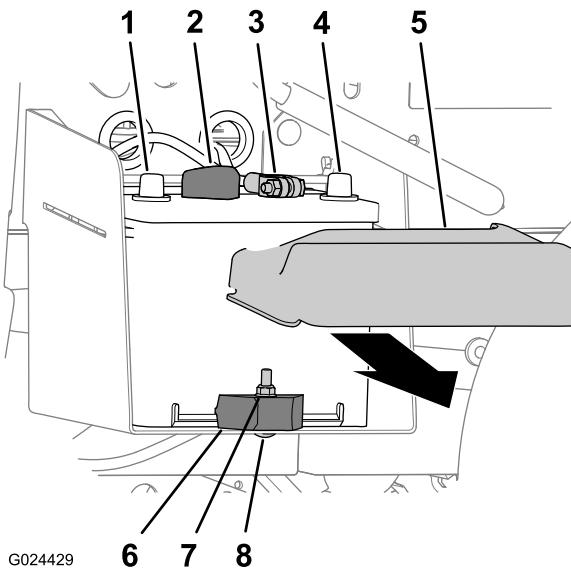

Figura 2
1. Schiacciate i lati del coperchio della batteria e rimuovete il coperchio dalla parte superiore della batteria stessa (Figura 2).
2. Scollegate il cavo negativo della batteria dal relativo morsetto (Figura 2).
3. Scollegate il cavo positivo della batteria dal relativo morsetto (Figura 2).